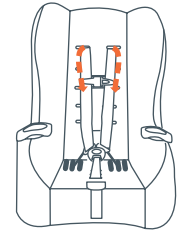

Fig. 40a
- Unbuckle chest clip.(Fig. 40a).